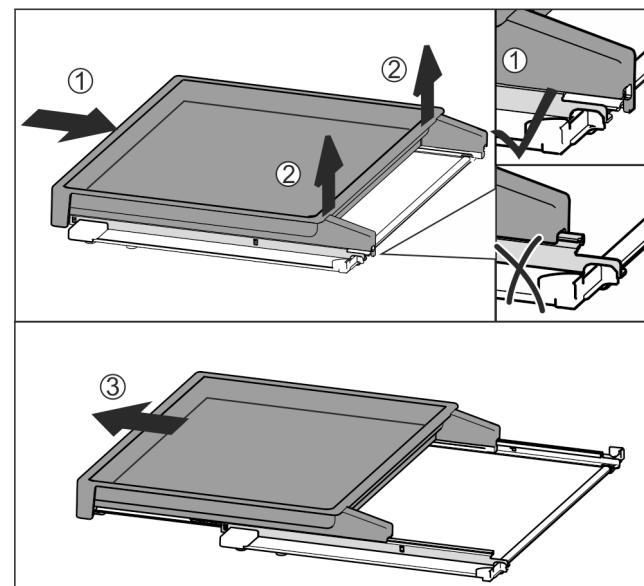

Fig. 114
- Insérer complètement la bordure télescopique Fig. 114 (1).
- La désenclencher à l'arrière Fig. 114 (2).
- Sortir la bordure télescopique par l'avant Fig. 114 (3).